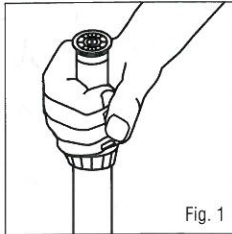

Fig. 1
2. Drehen Sie den Aufsteiger (Fig. 1) zum Ausrichten der rechten Begrenzung des Sprühhbogens (wenn Sie hinter dem Sprühhbereich stehen) zum rechten Rand des zu bewässernden Bereichs.